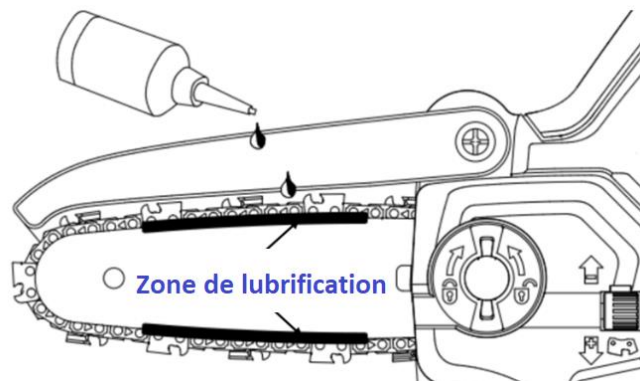

Fig. 8
- Appliquez de l'huile multifonctionnelle dans la zone de lubrification entre le guide-chaîne et la chaîne de scie. Voir la Fig. 8.